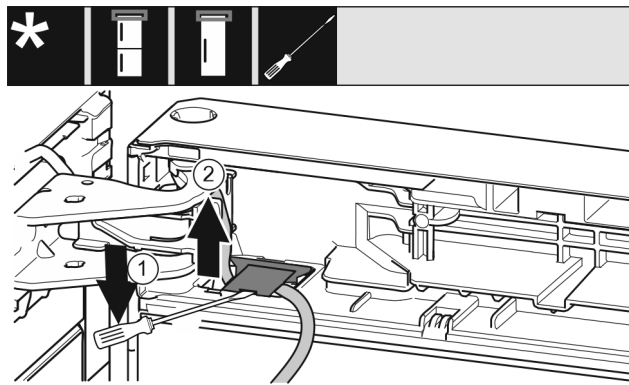

Fig. 8
- ▶ S ploščatim izvijačem dvignite pokrov in ga izvlcite. Fig. 8 (1)
- ▶ Izvlcite kabel. Fig. 8 (2)